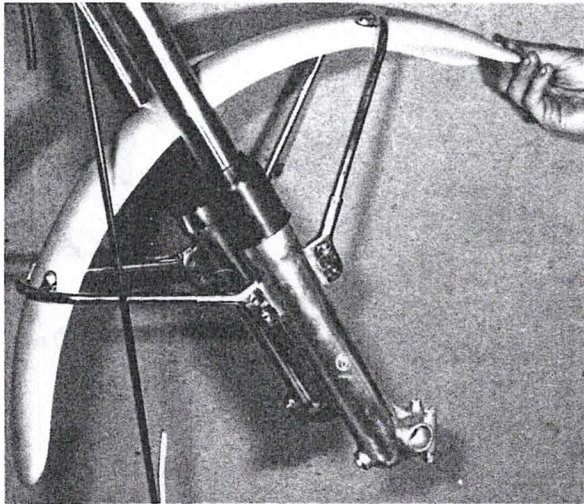

Bild 133
- Den vorderen Kotflügel abnehmen, der durch kurze Streben mit dem unteren Gabelrohr verbunden ist (Modelle Alpina, Frontera und Pursang), oder mit einem Halter am unteren Gabelrohr befestigt ist (Modell Sherpa) (Bild 133). Die Streben müssen nicht vom Kotflügel getrennt werden, ausser wenn sie instandgesetzt werden müssen.